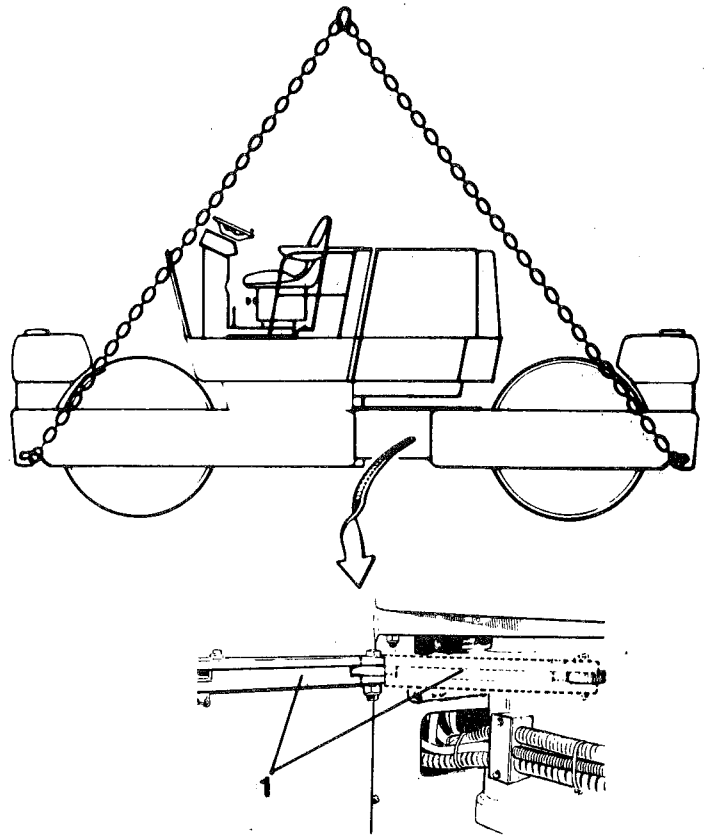

Fig. 22
Antes de levantar el rodillo, deberá bloquearse la articulación de la dirección. Descender el brazo y asegurarlo en la articulación, según la fig. 22.
No olvidarse de reponer el dispositivo de bloqueo (1), fig. 22, antes de poner en marcha el motor diesel.